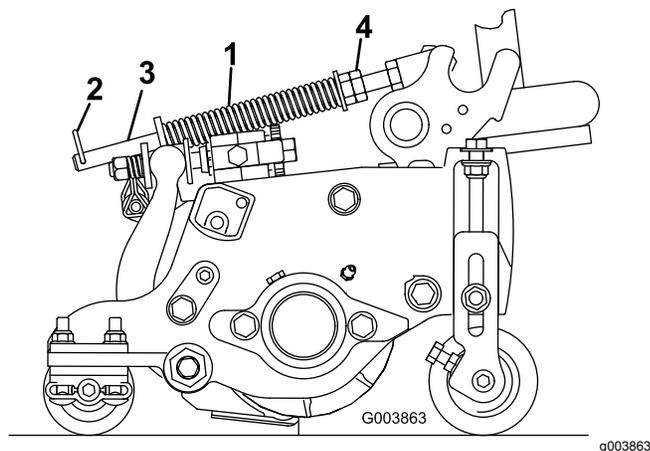

Рисунок 15
1. Убедитесь, что игольчатый шплинт вставлен в заднее отверстие штока пружины (Рисунок 15).
2. Затяните шестигранные гайки на переднем конце штока пружины так, чтобы длина сжатой пружины была равна 15,9 см (Рисунок 15).
Пружина компенсации состояния грунта (Рисунок 15) переносит вес с переднего на задний каток. Это препятствует образованию на грунте волнообразных неровностей (так называемых «волн» или «трясок»).